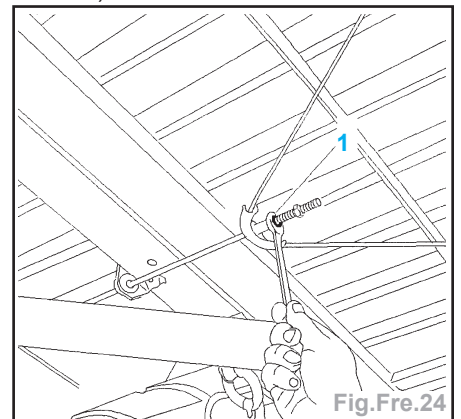

Fig.Fre.24
- Desserrer l'écrou (1) afin de libérer la tension du câble de frein de parking (Fig. Fre.24).